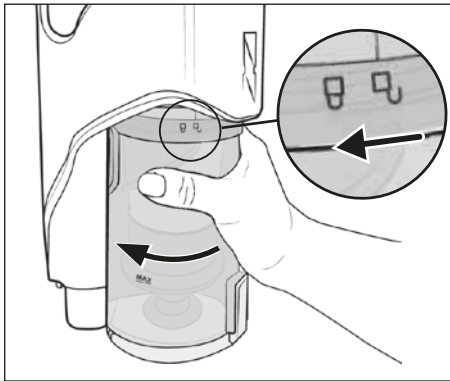

Fig. 18
- Vacíe el depósito de polvo ⑦ y limpie el filtro de acero inoxidable ⑥ y el filtro EPA ⑤ en cuanto el nivel de llenado del depósito de polvo ⑦ alcance la marca **MAX**.
- 1) Para desmontar el depósito de polvo ⑦ del aparato, gírelo hacia el símbolo  (abrir) hasta que pueda retirarse del aparato (consulte la fig. 18).